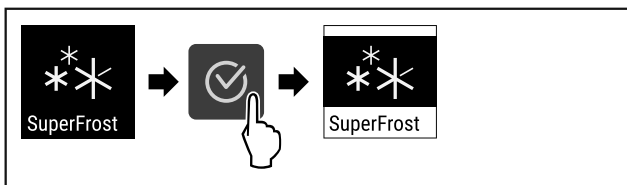

Fig. 65
- ▶ Handlungsschritte (siehe Fig. 65) durchführen.